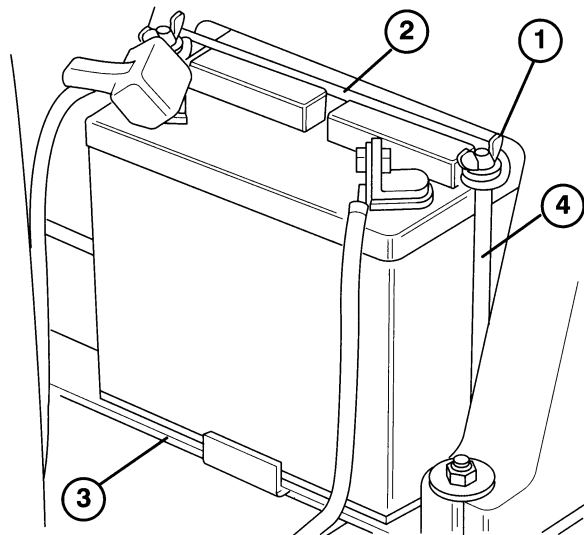

Figure 1
2. Enlever les écrous papillons et les rondelles de fixation de la patte maintenant la batterie sur la machine et déposer la batterie. Retirer les bouchons de remplissage de la batterie et remplir lentement chaque élément jusqu'à ce que l'électrolyte arrive juste au-dessus des plaques (Fig. 1).